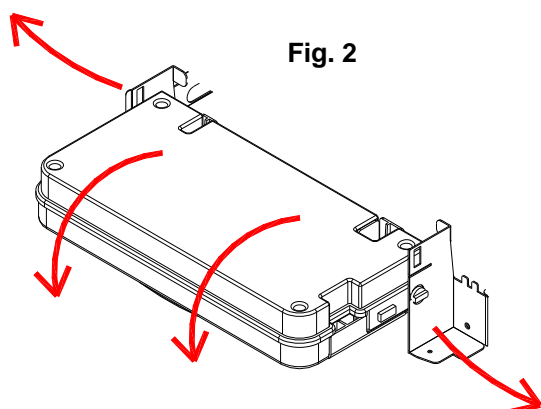

Fig. 2
1. afferrare contemporaneamente le staffe supporto pannello comandi e, allargandole, rovesciare il pannello ruotandolo verso il basso (fig. 2) ;